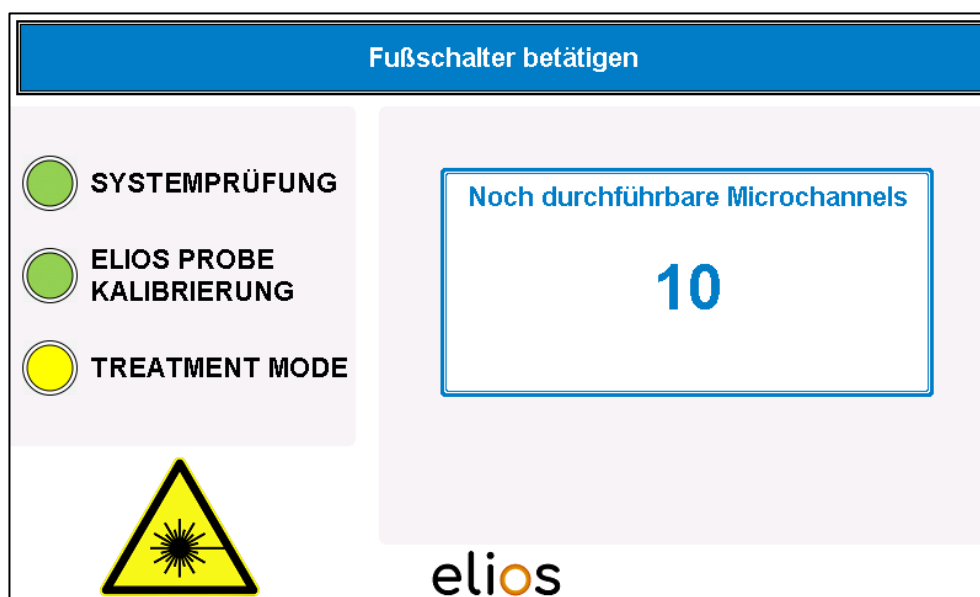

Abb. 4-15: TREATMENT MODE
- Durch Drücken des Fußschalters wird die Behandlung **sofort** aktiviert und ermöglicht den ersten Microchannel (20 Pulse) (Abb. 4-15).
- Im Anzeigefeld wird die Anzahl der noch durchführbaren Microchannels angezeigt (Abb. 4-15).